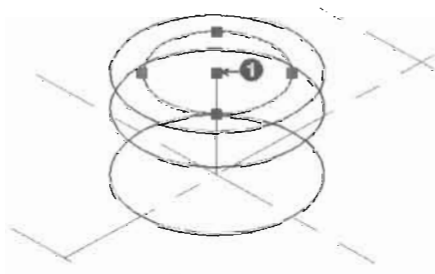

图 11-66
(3) 单击“绘图”工具栏中的“椭圆”按钮 , 以图 11-66 所示的点 1 为圆心绘制等轴测圆, 如图 11-87 所示, 命令执行过程如下。
指定等轴测圆的圆心: //捕捉如图 11-66 所示的点 1